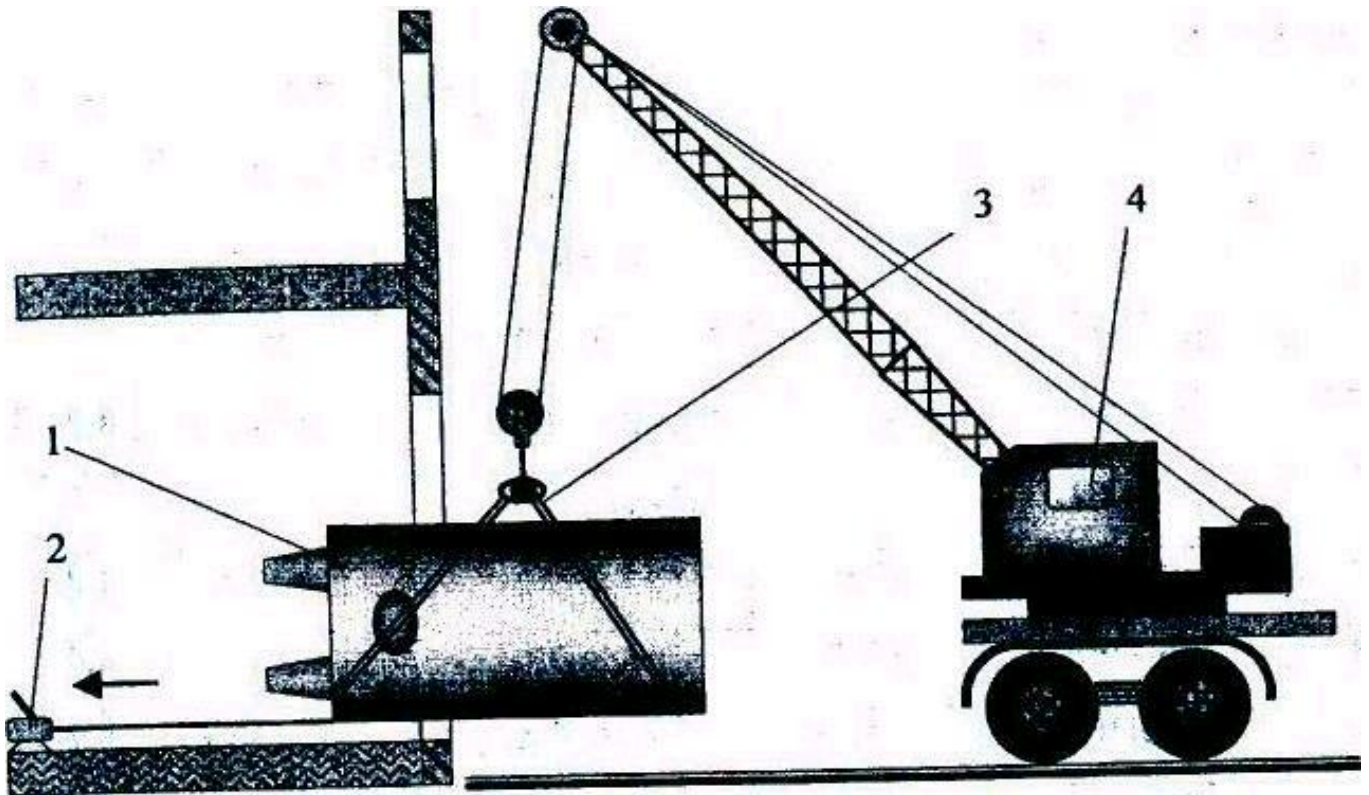

Рис. 3 Схема подачі обладнання в цех: 1 - технологічне обладнання, що подається в цех; 2 - лебідка; 3 - стропи; 4 - автокран.
- подача обладнання на монтажний майданчик (Рис. 3);